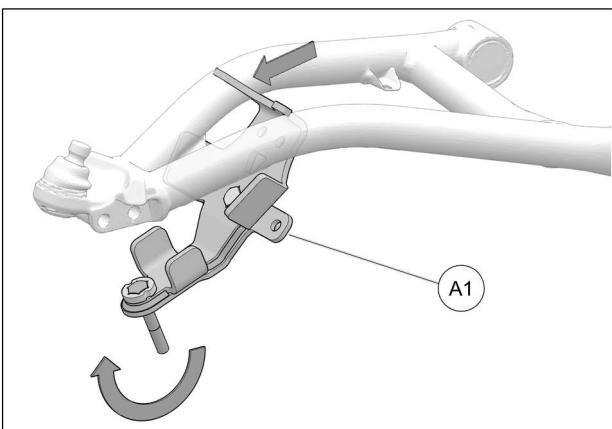

Fig. 16
7. Pivoter l'ancrage (A1) vers le haut tout en le glissant vers l'avant jusqu'à la position désirée sous le bras de suspension. Voir la Fig. 16